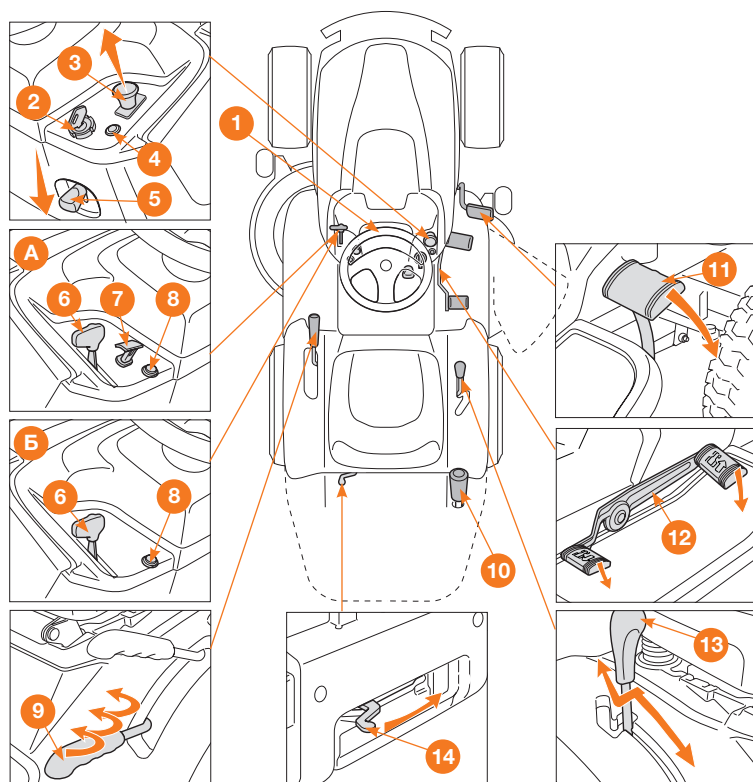

Рис. 20
Руль управления (рис. 20 1)
Ключевой переключатель (рис. 20 2)
Грибовидная кнопка (рис. 20 3) позволяет подключить режущие приспособления посредством электромагнитного сцепления
Индикаторная лампочка (рис. 20 ④) загорается, когда ключ (рис. 20 ⑤) находится в положении «ХОД» и продолжает всегда гореть во время работы.
У рычага включения имеется два положения (рис. 20 ⑤), которые соответствуют следующему:
1. Тормоз отключен. Чтобы выключить стояночный тормоз, нажмите педаль (рис. 20 ①). Рычаг вернется в положение отключенного тормоза.
2. Тормоз включен. Чтобы включить стояночный тормоз, нажмите до упора педаль (рис. 20 ①) и установите рычаг в положение включенного тормоза; после того, как вы уберете ногу с педали, она останется заблокированной в нижнем положении.
На моделях **DLT 98HV (DLT 98H)** установлен отдельный рычаг управления воздушной заслонкой (рис. 20 ⑦)
Кнопка разрешения скашивания на заднем ходу (рис. 20 ⑧)
Этот рычаг, извлекаемый из специального гнезда, позволяет опрокинуть и опорожнить контейнер для сбора травы, уменьшая усилие, прилагаемое оператором (рис. 20 )
Эта педаль выполняет двойную функцию (рис. 20
Чтобы переключиться с одной передачи на другую, следует нажать до половины хода педаль (Рис. 20 ) и переместить рычаг в соответствии с указаниями, изложенными на ярлыке.
При помощи этой педали можно включить привод колес и регулировать скорость машины при движении вперед и назад (рис. 20
Если педаль привода нажимается в направлении переднего или заднего хода, когда включен стояночный тормоз (рис. 20 ) , двигатель выключается.
У этого рычага имеется два положения, указанные на табличке (рис. 20
Чтобы избежать повреждения узла трансмиссии, при проведении этой операции двигатель должен быть выключен, а педаль (рис. 20 ) должна находиться в нейтральном положении.
Выжмите педаль (рис. 20 11) до конца и установите рычаг коробки передач (рис. 20 13) в положение, соответствующее 1-й передаче.